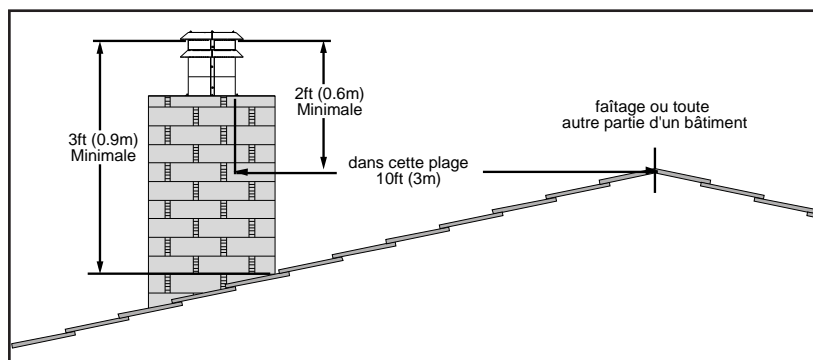

Figure 20: autorisations de toit
3 ft (0.9 m)	Dégagement au-dessus du plus haut point où elle traverse une surface de toit, reportez-vous à la Figure 20.
24 in (0.6 m)	Dégagement au-dessus d'une crête du toit, toute autre partie d'un bâtiment, ou tout autre obstacle à une distance horizontale de 10 pieds (3 m), reportez-vous à la Figure 20.
8. Appliquez un cordon de mastic à base de ciment sur le tuyau de Ø3 "(76mm) de la sortie de ventilation. Faites glisser la gaine flexible sur la bouche de ventilation et fixez-la avec trois (3) vis à tôle espacées de manière uniforme.
9. Placez un cordon de silicone à haute température sur le collier d'admission de la bouche de ventilation. Faites glisser la gaine de prise flexible Ø3 "(76mm) sur le collier, fixez la gaine flexible avec trois (3) vis à tôle espacées régulièrement. Fixez la bouche d'évent à la cheminée en utilisant un produit d'étanchéité approprié et conformément aux codes de construction locaux.
10. Si l'ouverture du foyer est inférieure à 610 mm (24 "), retirez la plaque du collier de ventilation du haut de l'insert en dévissant la vis de 5/16" située sur la partie supérieure centrale du poêle au-dessus de l'ouverture de la porte (voir Figure 20). Faites glisser la plaque de collier vers l'arrière. Fixez correctement la plaque du collier de ventilation au revêtement (s) de conduit de ventilation flexible (s) précédemment installé (s) dans la cheminée. Veillez à ne pas trop étirer la doublure.
11. Appliquez un cordon de mastic à base de ciment sur la partie supérieure de la plaque de collet d'évacuation Ø3 "(76mm). Faites glisser le conduit de Ø3 "(76mm) sur la buse et fixez-le avec trois (3) vis à tôle espacées régulièrement.
12. Placez un cordon de silicone haute température sur le collier d'admission du foyer, faites glisser la doublure d'admission flexible Ø3 "(76mm) sur le collier, fixez la gaine flexible avec trois (3) vis à tôle espacées régulièrement.